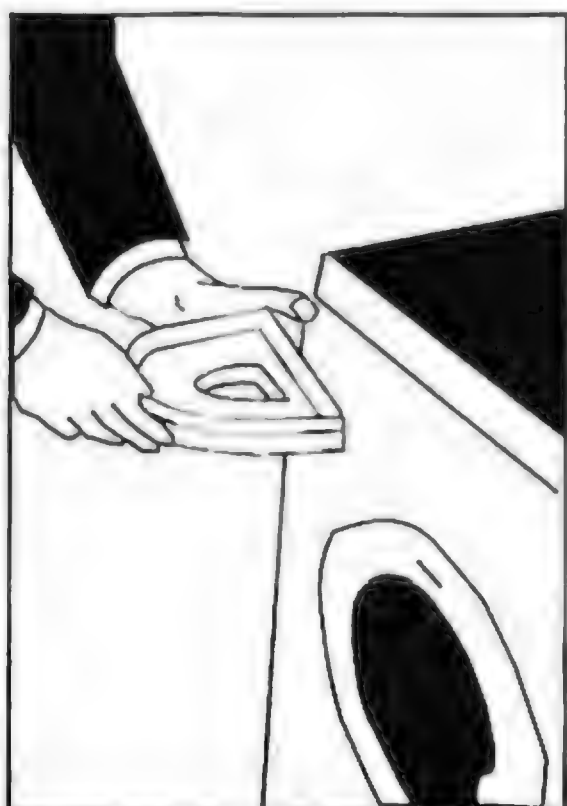

Рис. 3.1.3.22. Демонтаж распределителя моющих средств
3. Полностью выдвигают распределитель моющих средств и слегка приподнимают правый край распределителя, чтобы извлечь его из панели управления (рис. 3.1.3.22). Вытягивают распределитель.